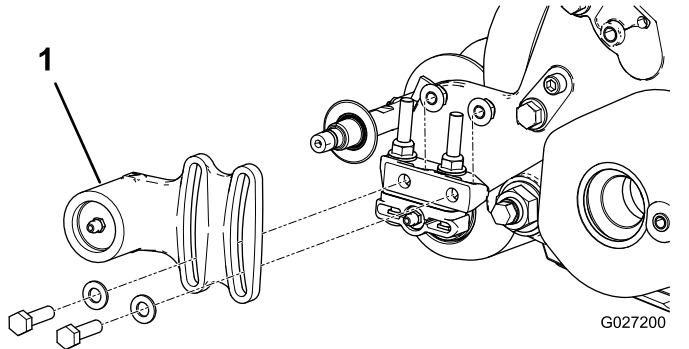
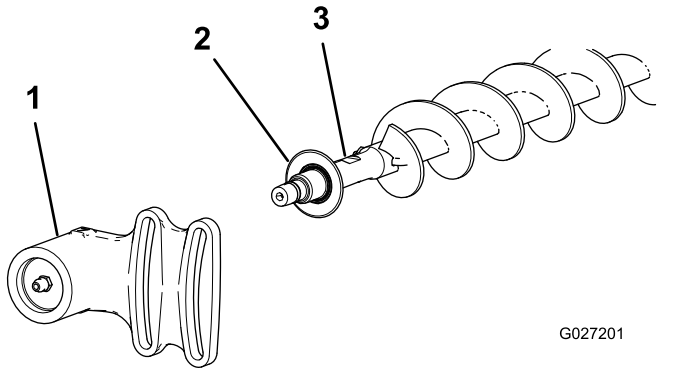

图 21
图 22
1. 如果滚刀组上安装有一个滚筒刷应拆下将非传动轴承座固定到轴承座安装支架图 21 和图 22 上的 2 个螺栓、垫圈和螺母。
2. 滑动非传动轴承座和防尘圈从刷轴上取下来图 22。
9. 把防尘圈和非传动轴承座安装到刷轴上图 22。